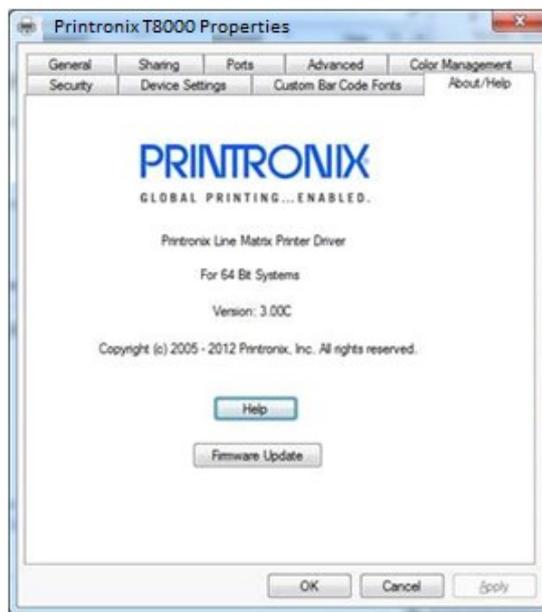

图 8 更新固件
5. 点击图8中所示的Firmware Update（固件更新）按钮。